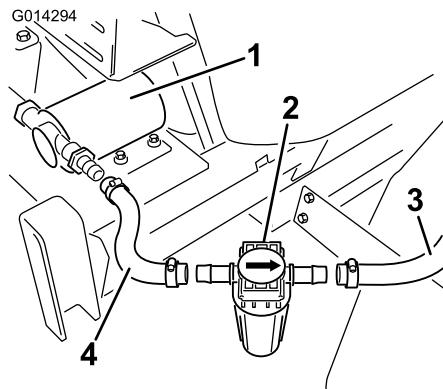

図23
- ポンプから来ているホースとすすぎノズルへ行くホースとの間にインラインフィルタを取り付ける図23。